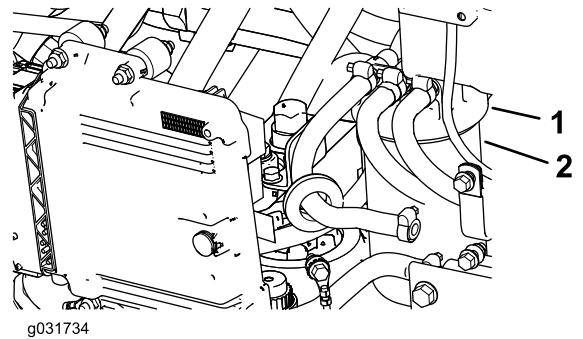

Bild 101
1. Reinigen Sie den Bereich um den Kraftstofffilterkopf (Bild 101).
2. Entfernen Sie den Filter und reinigen die Befestigungsoberfläche des Filterkopfes (Bild 101).